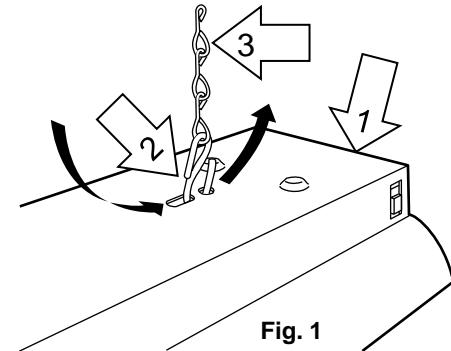

Fig. 1
1. Coloque el bucle pequeño de cada GANCHO "S" (2) al final de cada CADENA DE SOPORTE (3). Inserte el bucle grande de cada GANCHO "S" (2) a través de los agujeros provistos en cada extremo del CANAL (1). Cierre ambos extremos de cada GANCHO "S" (2) con unos alicates. (Fig. 1)
2. Seleccione el lugar de instalación deseado. Asegúrese de que un enchufe estándar de 120 V - 60 Hz este al alcance del cable de alimentación del aparato. Instale dos ganchos (no incluido) en la ubicación deseada del techo. Asegúrese de que los ganchos del techo no se instalen mas lejos que la longitud de la lámpara. Instale el aparato en el techo haciendo un bucle en los extremos restantes de cada cadena (3) a cada gancho del techo instalado.
3. Para instalar los tubos fluorescentes, guie los pasadores en un extremo del tubo hacia un extremo de la tubo hacia un ZOCALO (4). Guie el otro extremo del tubo hacia el ZOCALO (4) opuesto. Gire el tubo 90° (1/4 vuelta) en cualquier dirección hasta que se asiente. Asegúrese de usar el tipo y potencia correcto de lámparas que se especifican en la etiqueta de la lámpara.